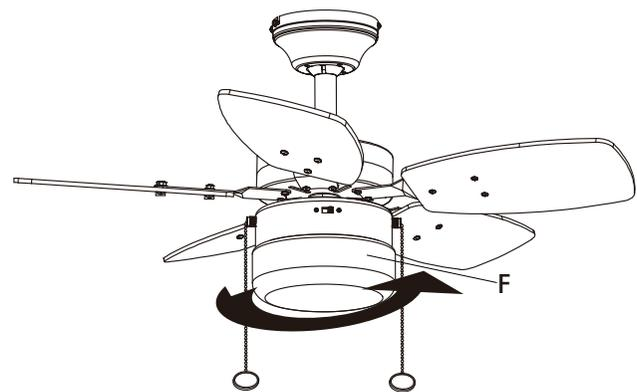

Figura 14
- Coloque la pantalla de la lámpara (F) en el ajustador de la lámpara mediante un suave giro y ajuste en sentido horario (Figura 14).